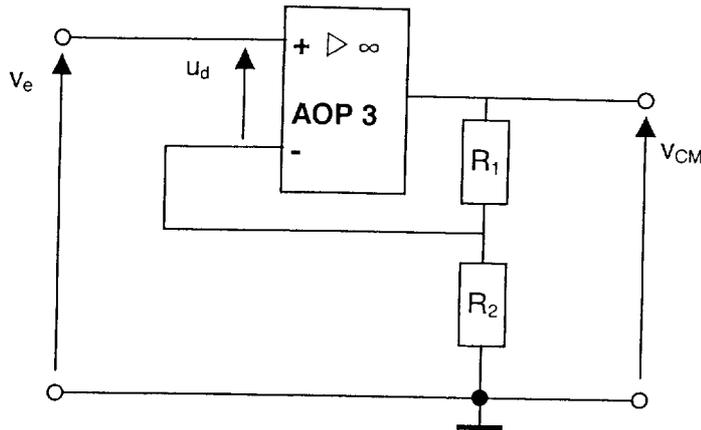

Figure 3.A
3.2.1 - Soit le schéma suivant représentant une partie de cet étage : voir **figure 3.A**.
Aux fréquences d'utilisation, l'impédance du condensateur C_1 peut être considérée comme nulle. C_1 n'apparaît donc pas sur le schéma **figure 3.A**.